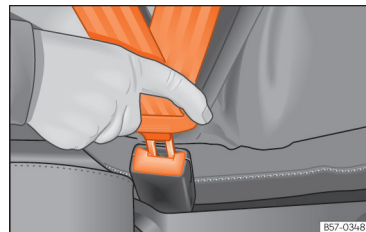

Abb. 26 Schlossung des Sicherheitsgurts in das Gurtschloss einstecken.
- Schlosszunge fest in das zum Sitzplatz gehörende Gurtschloss stecken »» (Abb. 26).